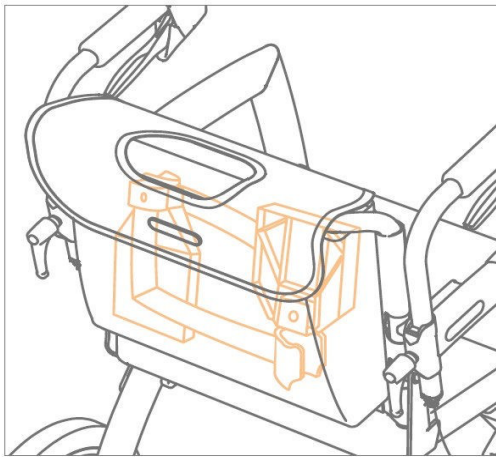

Abbildung 4
1. Nehmen Sie die Fußstützen ab. Schieben Sie die Fußstützen nach oben, bis sie sich von den Fußstützenhaltern lösen. Legen Sie sie spiegelbildlich in die Tasche des Rollz-Rollstuhlpakets zurück (Abbildung 4).